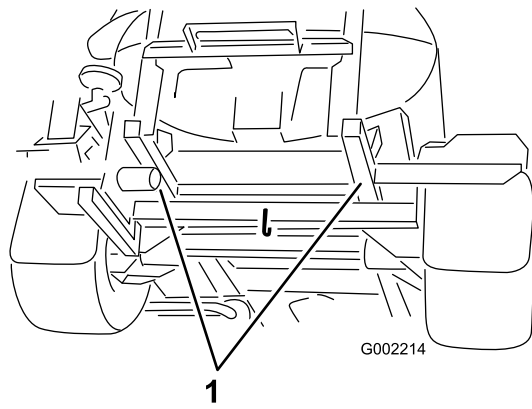

**Figure 30**
2. Accrochez un câble de remorquage au châssis. Reportez-vous aux points de remorquage avant et arrière dans les Figure 30 et Figure 31.